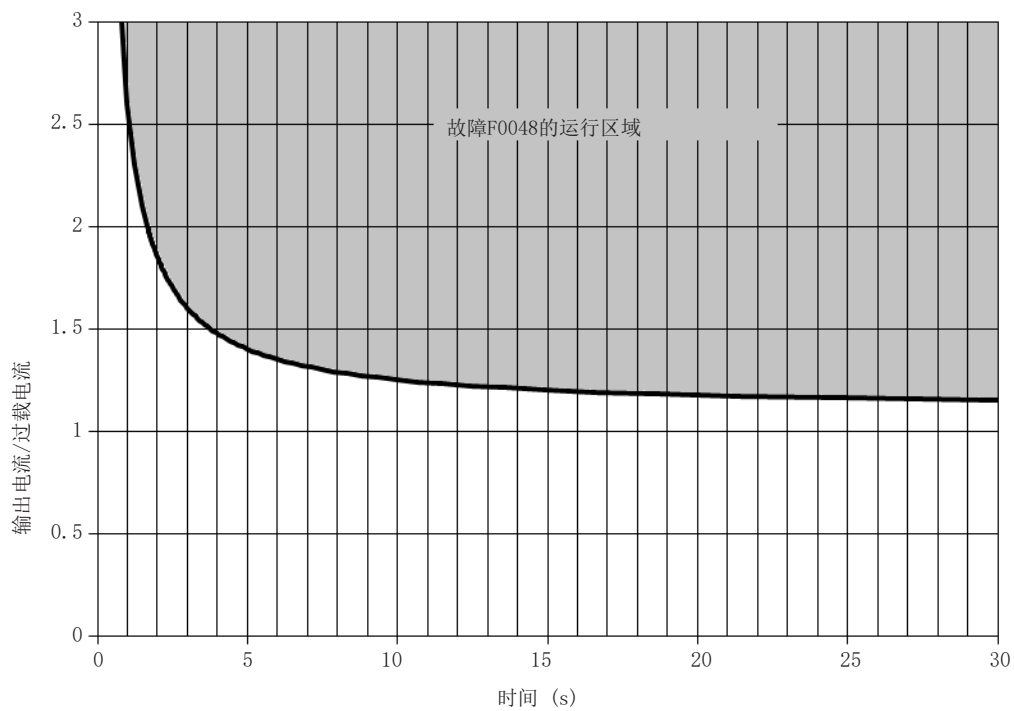

图 18.3: IGBT过载的致动 (正常负载-ND)
在正常工作 (ND) 下, 150% 过载时, 故障 F0048 发生约 4 秒, 如 图 18.3 (第18-4页) 所示。同样, 电流值低于变频器额定负载的110%时, 也不会发生故障。